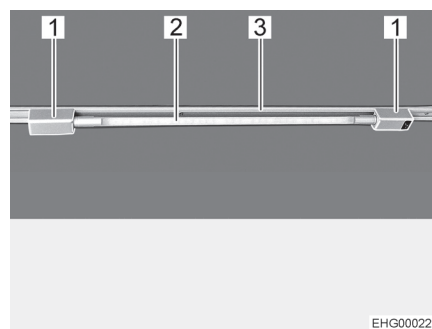

Bild 26 Röhrenleuchte
- Beide Halter (Bild 26,1) in die Schiene (Bild 26,3) einsetzen. Dazu die Halter um 90° drehen.
- Leuchtenkörper (Bild 26,2) in einen der Halter stecken.
Röhrenleuchte drehen: ■ Leuchtenkörper (Bild 26,2) drehen, bis die gewünschte Leuchtwirkung erreicht ist.